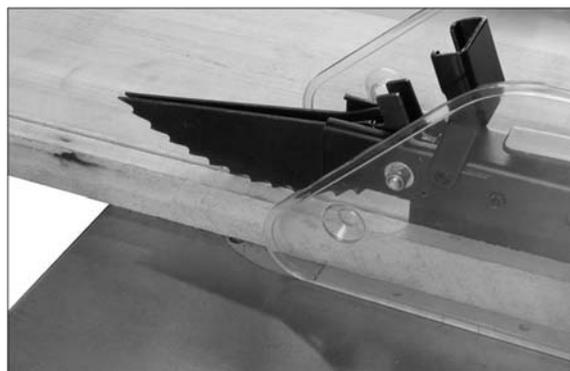

Figure 9-1
- Au fur et à mesure que la machine est utilisée, il faudrait vérifier régulièrement le fonctionnement des linguets antirecul (Figure 9-1). Si les linguets n'arrêtent pas le mouvement de recul d'une pièce, aiguissez à nouveau tous les points.